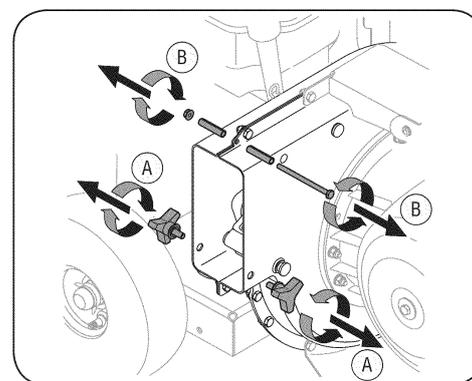

Рис.3
1. Отверните зажимные барашки, расположенные с обеих сторон на нижней части корпуса рабочего колеса (смотри рисунок 3).